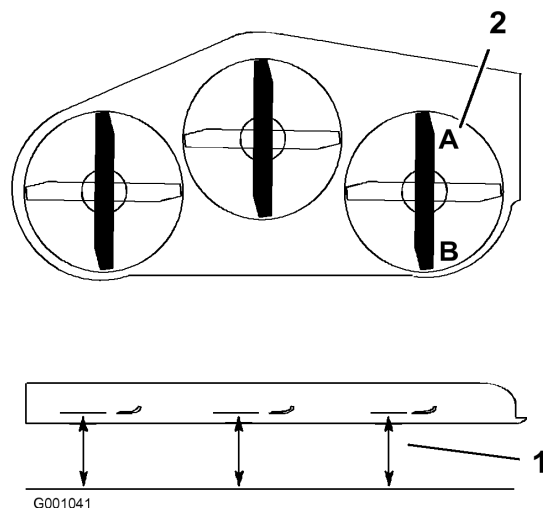

Figura 72
1. Coloque la cuchilla derecha en posición longitudinal (Figura 72).
2. Mida la cuchilla derecha en la posición **A** desde una superficie nivelada hasta el filo de corte del extremo de la cuchilla (Figura 72).
4. Mida la cuchilla derecha en la posición **B** desde una superficie nivelada hasta el filo de corte del extremo de la cuchilla (Figura 72).
6. La cuchilla del cortacésped debe estar entre 6 y 10 mm (1/4 y 3/8 pulg.) más baja en la posición **A** que en la posición **B** (Figura 72). Si no es correcta la distancia, continúe con los pasos siguientes.